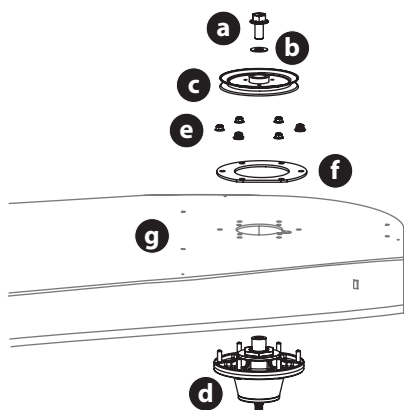
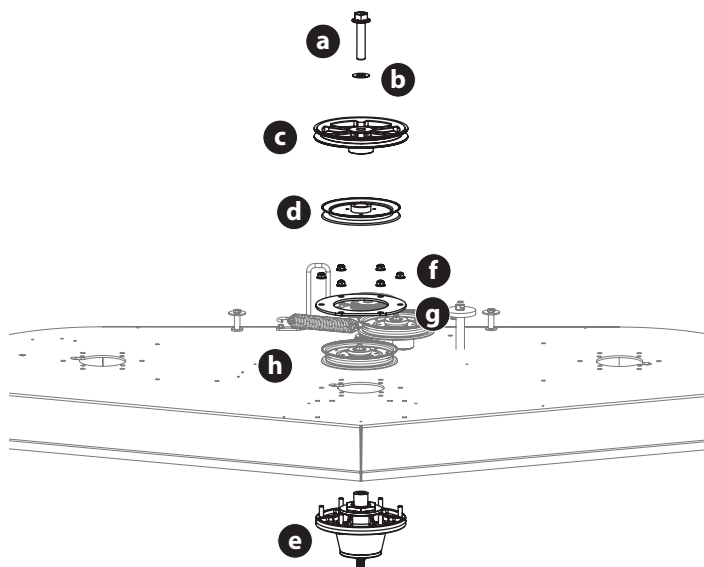

Figure 47
Figure 48
- Pour retirer les ensembles de broche gauche et droite (Figure 47):
- Pour retirer les ensembles de centre (Figure 48):
- Inversez le processus pour installer l'ensemble de la broche. Lors de l'installation de la nouvelle broche, veillez à ce que la quincaillerie soit installée correctement (Figure 47 ou Figure 48). Serrez les boulons hexagonaux de la bride à 250 po-lb (339 N-m) et les écrous de blocage de la bride de 21 à 32 pi-lb (28 à 43 N-m).